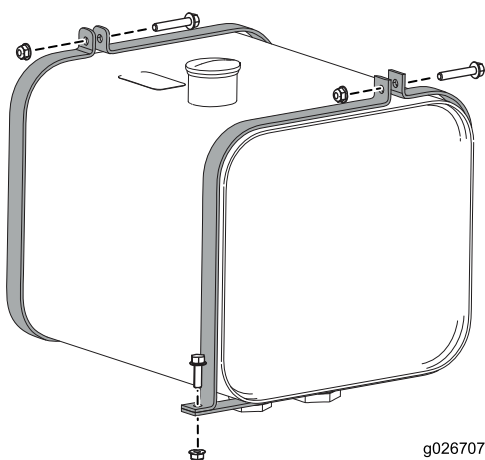

Рисунок 47
8. Ослабьте хомуты гидравлического бака и снимите гидравлический бак с машины (Рисунок 47).